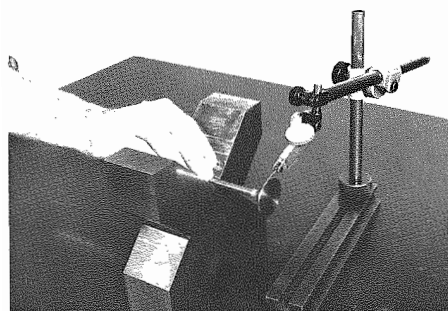

Fig. 38 - Misurare l'eccentricità
- Misurare l'eccentricità della valvola con un comparatore (**Fig. 38**). Sostituire la valvola se l'eccentricità è superiore al valore dato (vedi pag. 1-3).
- With a comparator (**Fig. 38**) measure the eccentricity of the valve. Replace the valve if the eccentricity value is greater than the accepted one (see page 1-3).